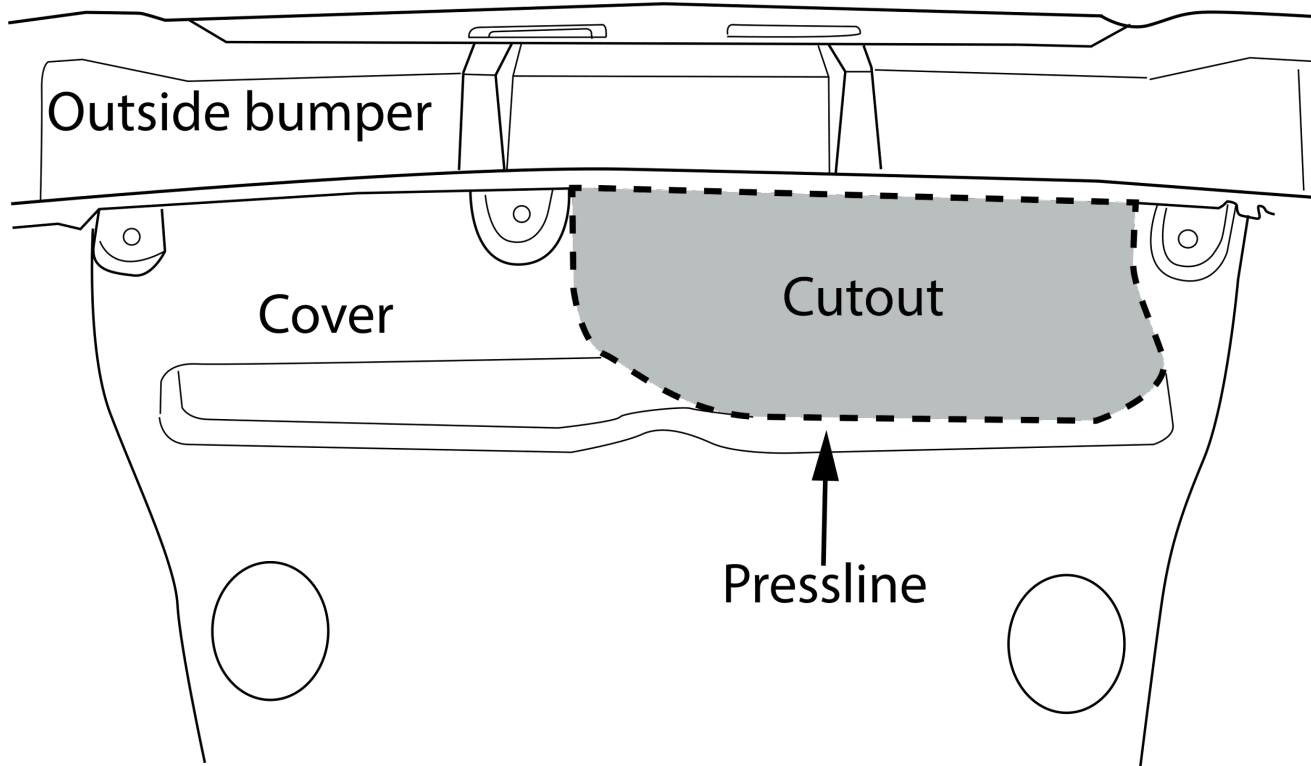

Fig. 3
7. Выпилить обозначенную часть, как указано на рис. 3.